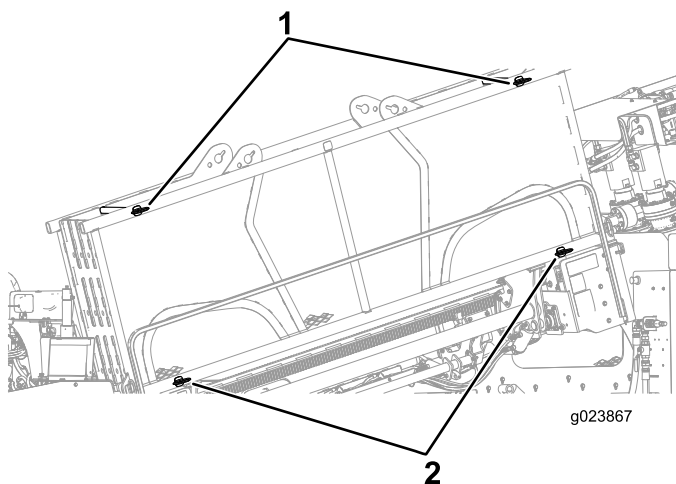

Figura 67
1. Asegúrese de que los 2 pasadores superiores y los 2 pasadores inferiores están colocados para sujetar el tubo dentro del portatubos (Figura 67).